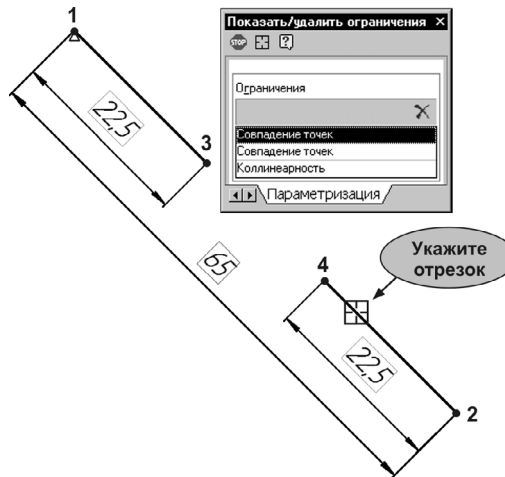

Рис. 59.69.
8. Удалите вспомогательные построения, проставьте фиксированные размеры, как это показано на рис. 59.69, и проверьте работу модели.